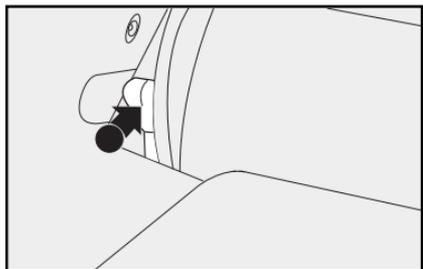

fig. 103
3) Desbloquee el respaldo del asiento utilizando las palancas laterales **A-fig. 103**, en el sentido de la flecha.